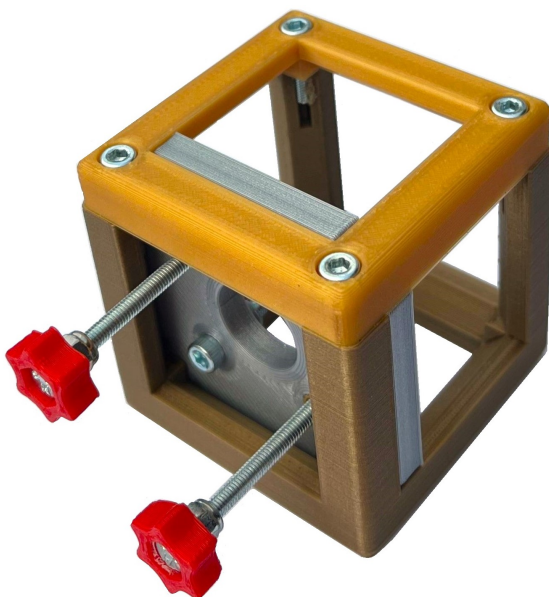

Abb. 12: Zusammengeschraubter Würfel
- (14) Setzen Sie den 01A\_Go\_V\*\_CUBE\_BASE 1x1 obenauf und befestigen Sie diesen mit den INBUS-ZYLINDERKOPF-SCHRAUBEN, M3x12 (Abbildung 12).